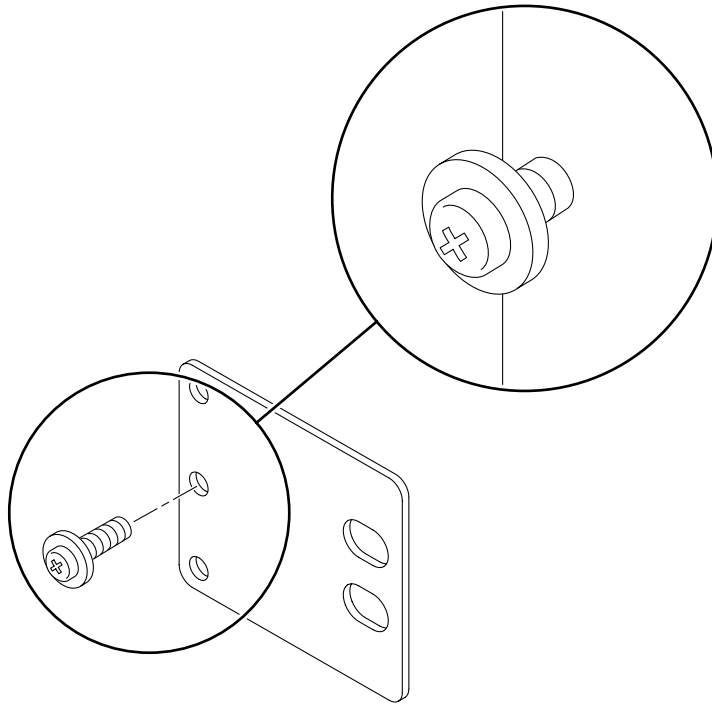

BILD 3-27 Skruva in en skruv i den nedersta rackpositionen på fästplåten
- a. Använd en $M5 \times 10$ SEM-skruv för varje fästplåt och installera skruvarna löst i någon av de tre positionerna på varje plåt (BILD 3-27).
Positionen kan variera beroende på hur tjock skenan är i racket. I BILD 3-27 kan du t.ex. se var du ska skruva in skruven för mellanrackpositionen på fästplåten.